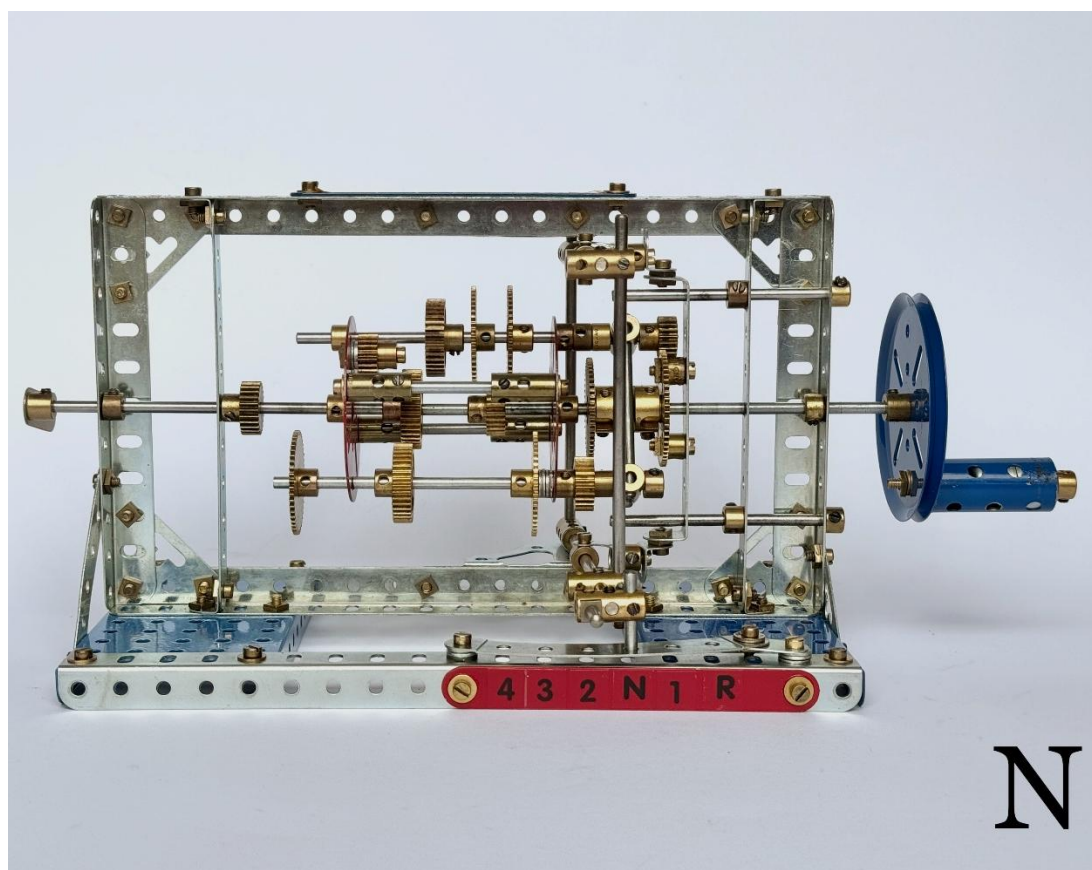

Abb. 08: Schaltbild bei Leerlauf
**Neutral bzw. Leerlauf** (Abb. 08): Der Konstrukteur hat hier sogar an einen Leerlauf gedacht. An dieser Stelle im Getriebe ist kein Zahnrad mit Ritzel 13 im Eingriff. Auch der Planetenträger bewegt sich nicht.